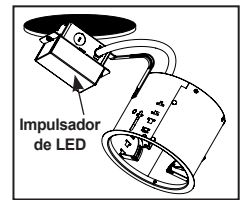

Figura 4
**Paso 5.** Presione la carcassa a través de la abertura en el techo de modo que esté a ras con el techo (Figura 4). Presione los clips de retención hacia arriba hasta que cada pestaña de clip se traben en su lugar. Se proporciona un clip de ranura "T" para soporte adicional. Inserte el clip a través de la ranura "T" desde adentro de la carcassa, fuerce el clip hacia abajo con un destornillador hasta que el clip esté asentado. Asegure el clip apretando el tornillo (Figura 5).